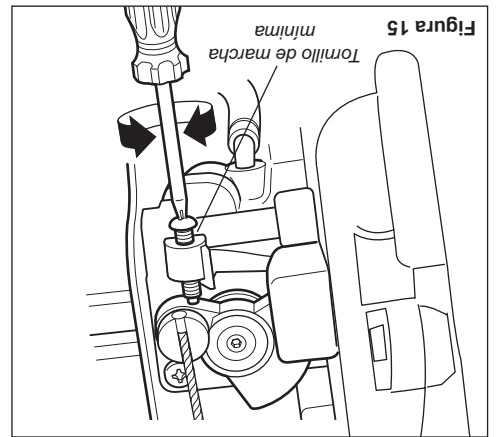

Figura 15
2. Si el accesorio de corte gira mientras el motor está en marcha mínima, reduzca la marcha mínima, girando el tornillo de ajuste de marcha mínima en el sentido contrario a las agujas del reloj. Consulte la figura 15.